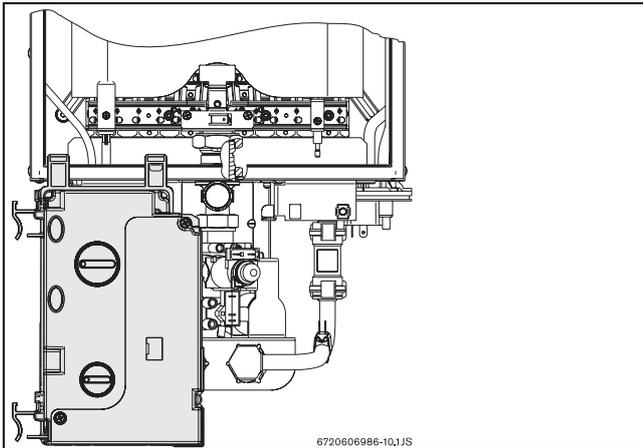

Fig. 12 Posizione d'aggancio del quadro comandi (accesso alle regolazioni gas)
- ▶ Dopo l'estrazione del quadro comandi, agganciarlo come da Fig. 12.